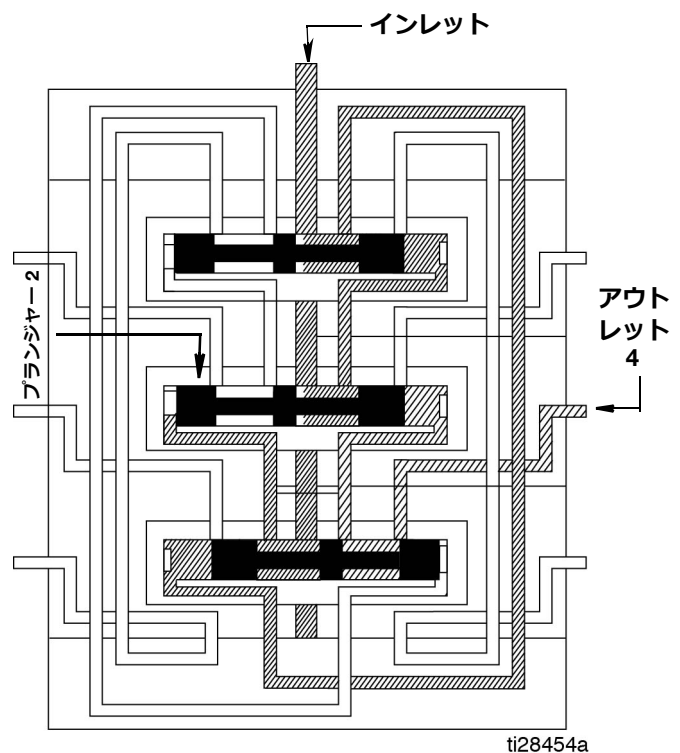

図 11
2. プランジャー 2 が開き、アウトレット 4 に送られます (図 11)。